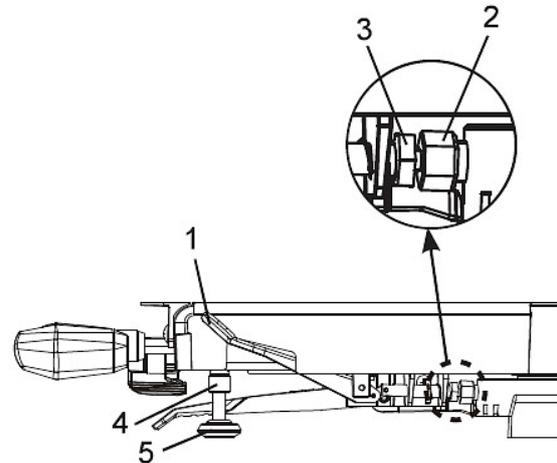

Abb. 25: Einstellen des maximalen Höhenverfahrwegs
**Einstellung des Verriegelungshebels (Abb. 25)**
Schritt 1: Drücken Sie nach unten und verriegeln Sie den Schnellspannhebel (1), um den Gehrungstisch zu arretieren.
Schritt 2: Wenn sich der Tisch mit dem Schnellverriegelungshebel in der unteren Position bewegt, drehen Sie die Stopmutter (2) mit einem 13-mm-Schlüssel nach links, um den Verriegelungsarm gegen den Fuß der Gehrungssäge zu drücken.
Schritt 4: Drehen Sie die Sicherungsmutter (3) nach rechts, um den Gehrungsverriegelungsmechanismus zu arretieren.
**Einstellung der Tischstützstange (Abb. 25)**
Schritt 3: Wenn nicht, lösen Sie die Mutter (4) und drehen Sie die Tischstützstange (5) im oder gegen den Uhrzeigersinn, um die Höhe der Tischstützstange (5) einzustellen, bis die Gehrungssäge auf gleicher Höhe mit der ebenen Fläche steht.
Schritt 4: Ziehen Sie die Mutter (4) an.